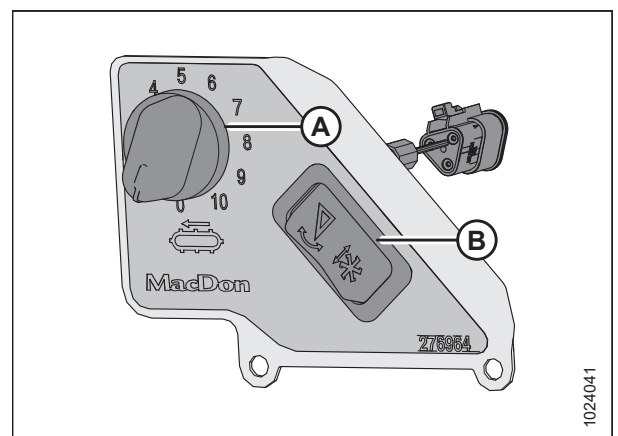

Figura 3.204: Comando della velocità dei tappeti laterali in cabina
Interruttore (B) in Figura 3.204, pagina 183 consente all'operatore di alternare tra i comandi di inclinazione della testata e i comandi longitudinali dell'aspo. Per istruzioni sui comandi, vedere Regolazione dell'angolo della testata dalla mietitrebbia, pagina 154.